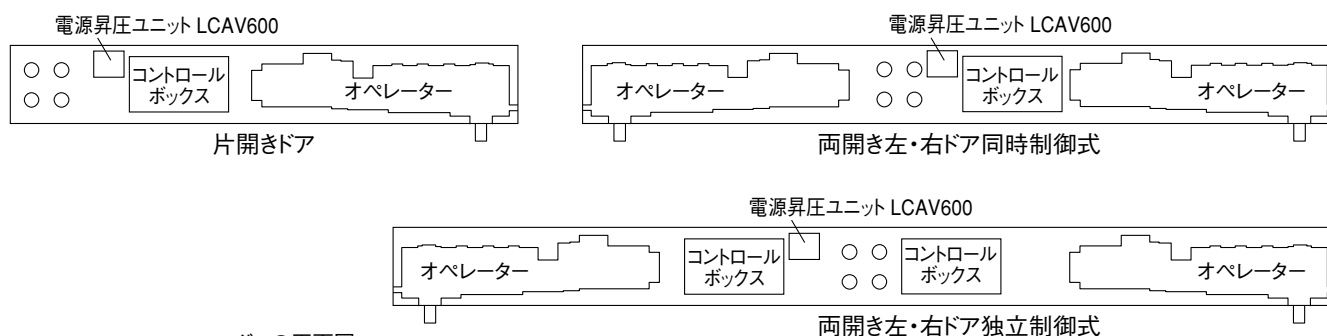

図8-3
- 8.3 図8-3のようにオペレーター（1台 または 2台）とコントロールボックス（1台 または 2台）をヘッダー内に納めて下さい。